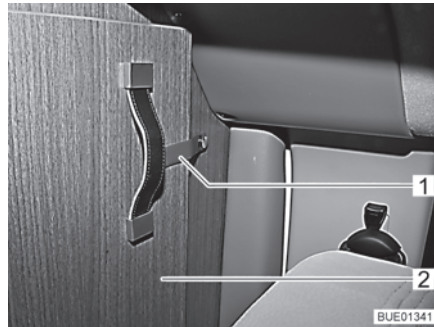

Fig. 51 Bande de sécurité
- Détacher la bande de sécurité (Fig. 51,1) de la partie rabattable de la séparation pour la cabine de conduite (Fig. 51,2).